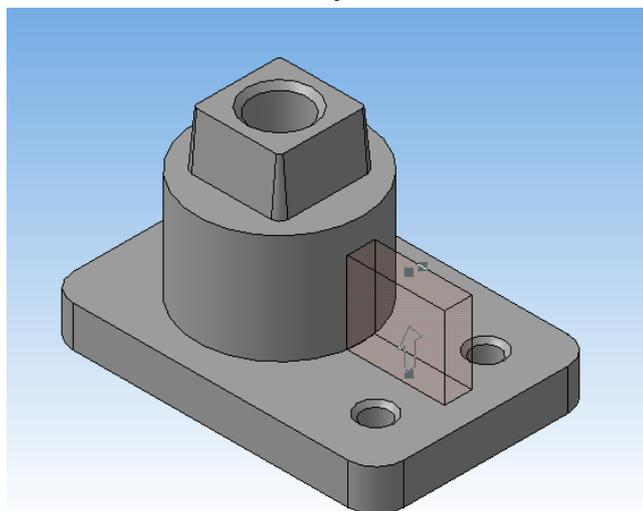

Рисунок 60.
25. Выполните *Операцию выдавливания*  и вытяните ваш эскиз, указав в параметрах *На расстояние* - 30мм (рисунок 60).